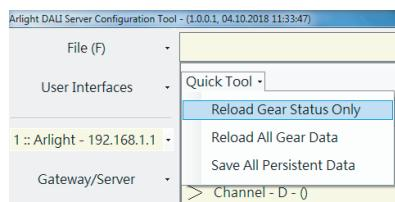

Рис. 8
7. Нажмите Quick Tool и выберите пункт Reload Gear Status Only для сканирования шин DALI и обнаружения устройств [Рис. 8].